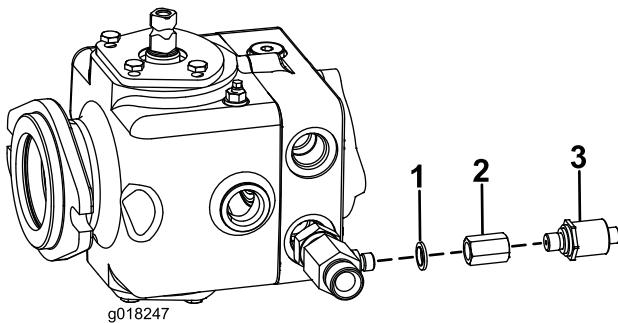

Figura 8
3. Avvitate l'adattatore del pressostato nel raccordo a T utilizzando una guarnizione Dowty (1/4"), come illustrato nella Figura 8.
- Avvitate il pressostato nell'adattatore (Figura 8). Serrate il pressostato a 34 N·m.